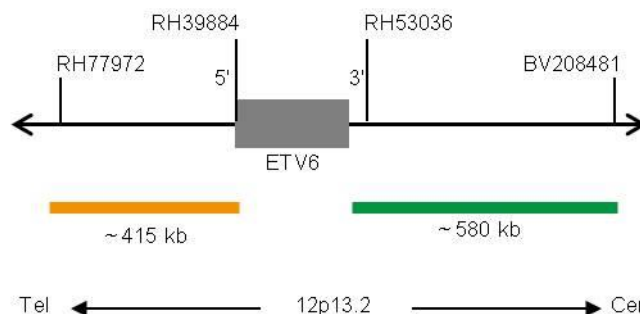

Fig. 1 : Carte de la sonde SPEC ETV6 (pas à l'échelle)
- Polynucléotides marqués au ZyGreen (excitation 503 nm/émission 528 nm) (~10 ng/ $\mu$ l), qui ciblent une séquence de 12p13.2\* (chr12:12,054,737-12,634,328) proximale de la région des points de rupture de ETV6 (voir figure 1).
- Polynucléotides marqués au ZyOrange (excitation 547 nm/émission 572 nm) (~4,5 ng/ $\mu$ l), qui ciblent une séquence de 12p13.2\* (chr12:11,393,774-11,808,608) distale de la région des points de rupture de ETV6 (voir figure 1).